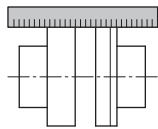

Fig. 11: Kontrol af den radiale tilpasning med en lineal
- Alternativt kan kontrollen af koblingens radiale tilpasning også udføres med en lineal (fig. 11).